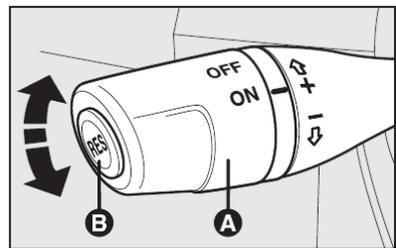

fig. 63
## COMANDOS - fig. 63
O piloto automático é comandado pela alavanca **A**-fig. 63.
- 1) Apertando o pedal do acelerador e em seguida memorizando a nova velocidade atingida (posicionando a alavanca **A**-fig. 63 para cima (+) por pelo menos três segundos);